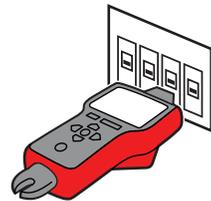

Abbildung 3.5b
3. Schritt 1 – ① **SCAN**
- a) Das Gerät startet automatisch im 1-<logo>-SCAN-Modus – siehe Abbildung 3.5b.